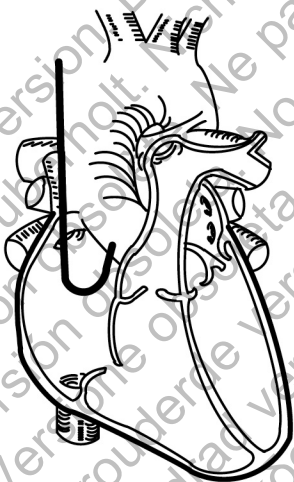

Figure 8. Mise en place atriale
4. Tirer délicatement sur l'ensemble sonde/mandrin au niveau du site d'entrée veineux afin de s'assurer que l'extrémité de la sonde est bien en contact avec l'endocarde. Le positionnement peut être jugé satisfaisant lorsque l'extrémité de la sonde est située contre l'endocarde dans l'oreillette (Figure 8 Mise en place atriale en place atriale en page 20).